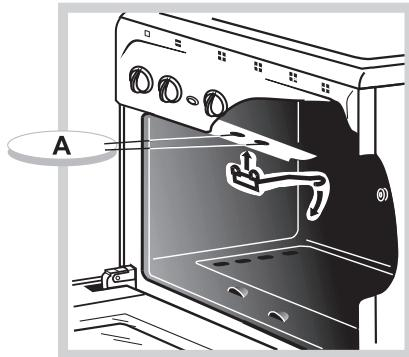

Рис.7
- Установите крючок, для чего вставьте «усы» крючка в пазы **А** верхней полки проема духовки и опустите крючок вниз (рис. 7).